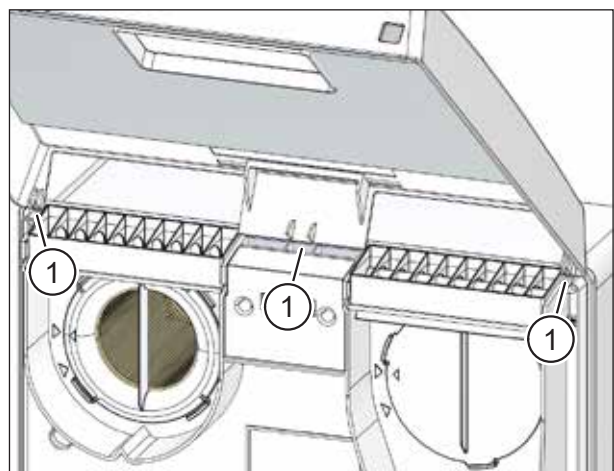

Abb. 4: Gerätedeckel auf Lüftungsgerät aufsetzen
- ▶ Setzen Sie die Nasen des Gerätedeckels in die Öffnungen (Pos. 1 in Abb. 4) an der Oberseite des Lüftungsgerätes ein.